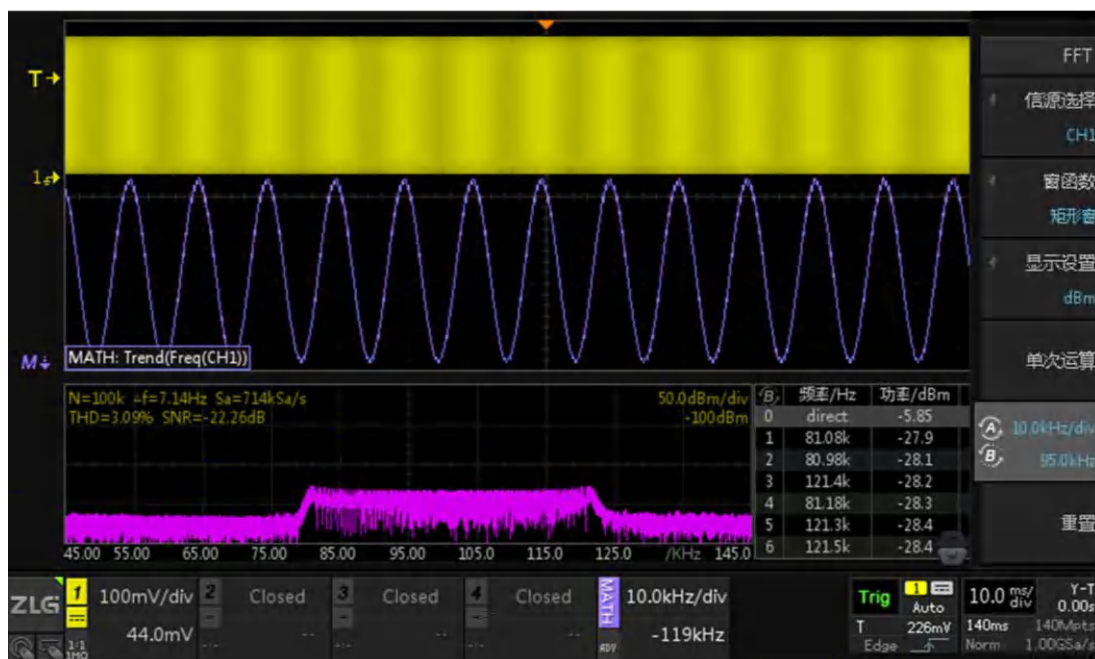

图 17.16 趋势分析
- 点击“FFT”可清晰的看到调频信号的频谱分布情况，如图 17.16 所示；